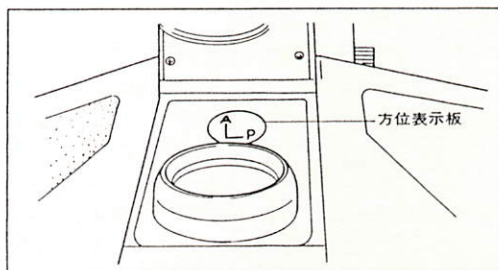

図 24
- 透過用ポラライザとアナライザは方位目盛が0のとき、ベース上面の方位表示板の方位（X方向がポラライザ、Y方向がアナライザ）と一致します。（図24）